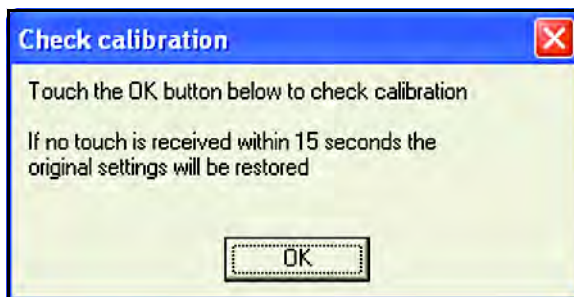

Рис. 126: Экран подтверждения калибровки
3. Пройдите по всем пунктам, прикасаясь к концу каждой стрелки или центру перекрестия по мере их появления. Старайтесь избегать смещения. По окончании откроется окно, показанное на *Рис. 126* ниже. Прикоснитесь к ОК для подтверждения калибровки.